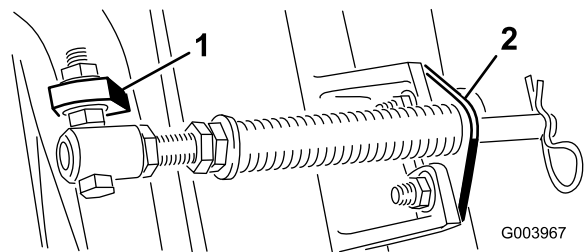
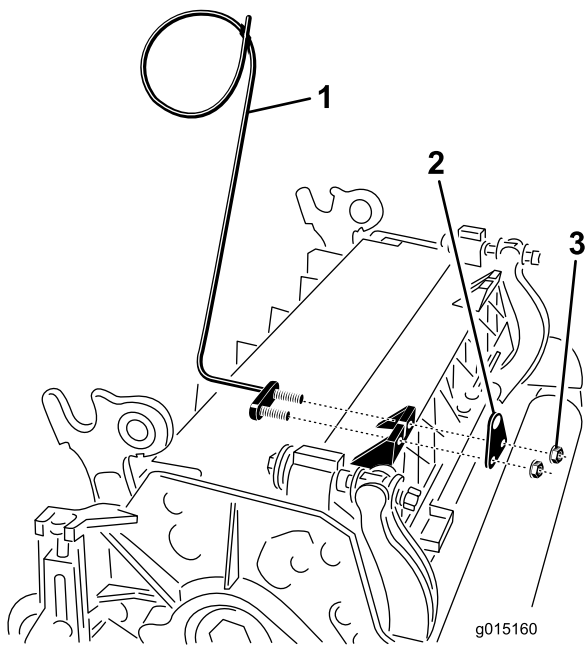

図 10
図 12
D. カuttingユニットのタブにロッドブラケットを取り付け、キャリッジボルト2本とナットで固定する(図10)。また、ロッドブラケットの再取り付けを行うときに、#4(左前) Cuttingユニットで、ユニットのタブの前に、左ホースガイドを取り付ける(図12)。
C. スプリングチューブのボルトを、反対側のキャリアフレームのタブに取り付け、フランジナットで固定する。図10に示すように、ボルトの頭部がタブの外側を向くように取り付けること。